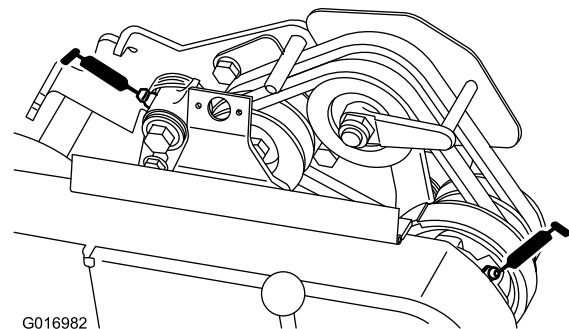

Figura 21
- 2 en los puntos de pivote de la polea tensora de la correa (Figura 21).